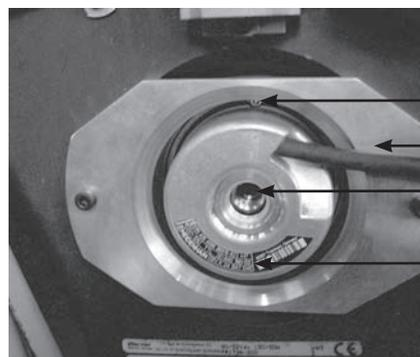

Fig. 7:
Identificare l'encoder per mezzo del riferimento sull'etichetta (fig. 7). Collegare l'encoder al variatore tramite la presa HD15.
IMPORTANTE: sul motore XAP2L, non smontare il pezzo di supporto dell'encoder (rif. 2 fig. 7) fissato sul freno. Il pezzo viene centrato in fabbrica tramite un utensile speciale con una precisione di un decimo di grado.
- Svitare (2 giri di chiave SW2) la vite di fissaggio della scatola dell'encoder (rif. 1 fig. 7) nel pezzo di supporto.
- Serrare la vite piccola Chc M2.5 (rif. 1 fig. 7) (chiave cacciavite dinamometrico SW2) della scatola dell'encoder a un valore di coppia di 1,25 Nm 0/-0,2 Nm.